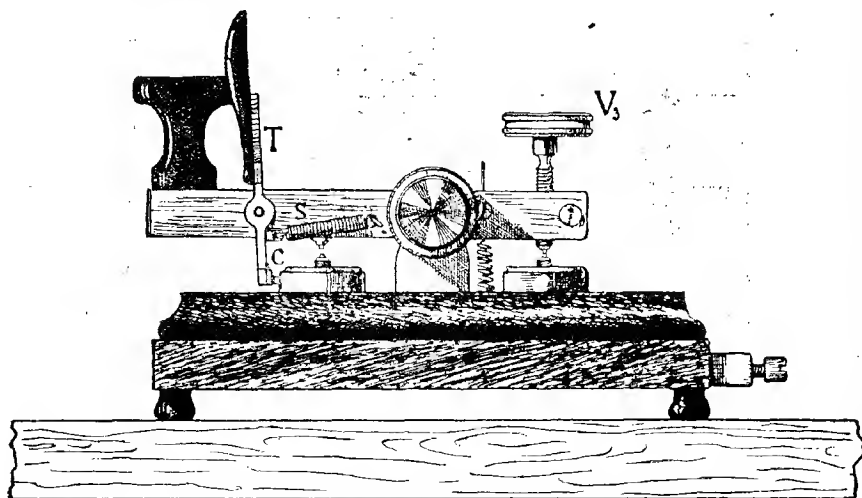

Fig. 41 — Tasto Morse per Circuiti a Corrente Continua
Per ottenere lo scopo, si è adottato il *Tasto Forcieri* (Fig. 41), il quale differisce da quello ordinario, per l'aggiunta di un castelletto metallico mobile (C), imperniato nella parte anteriore della Leva.